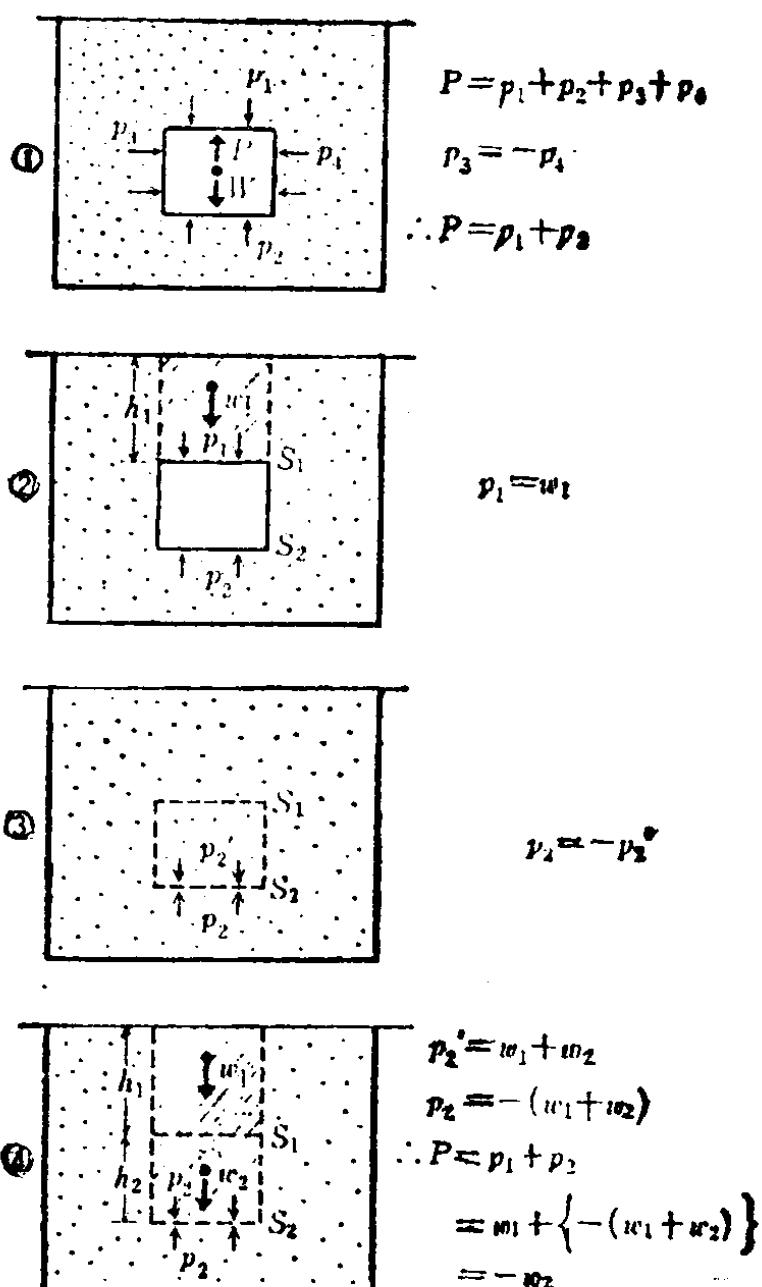

图4 水中的立方体
在图4—①中，立方体的受力只在重力 W 及水的压力 P_1 、 P_2 、 P_3 与 P_4 ，其中 P_3 与 P_4 因大小相等、方向相反而互相抵消。设立方体重力 W 之外的合力为 P ，则 P 是 P_1 与 P_2 的合力。 P 等于该立方体正上方水柱（图4—②里斜线部分）的重力 W_1 （确切地说，还应包括其正上方的大气压力，但这里省略不计。），那么， P_2 又怎样呢？倘若用与周围一样的水替代该正方体，问题就变得简单了。这一状态如图4—③所示，静水里，用虚线围起来的方框即假设由水组成的立方体。这样，不难明白压力 P_2 以 S_2 为界面，与压力 P_2' 保持平衡，而 P_2' 就是界面 S_2 的正上方水柱（图4—④里斜线部分）的重量 $(W_1 + W_2)$ ，故压力 P_2 等于水柱重量之和 $(W_1 + W_2)$ ，